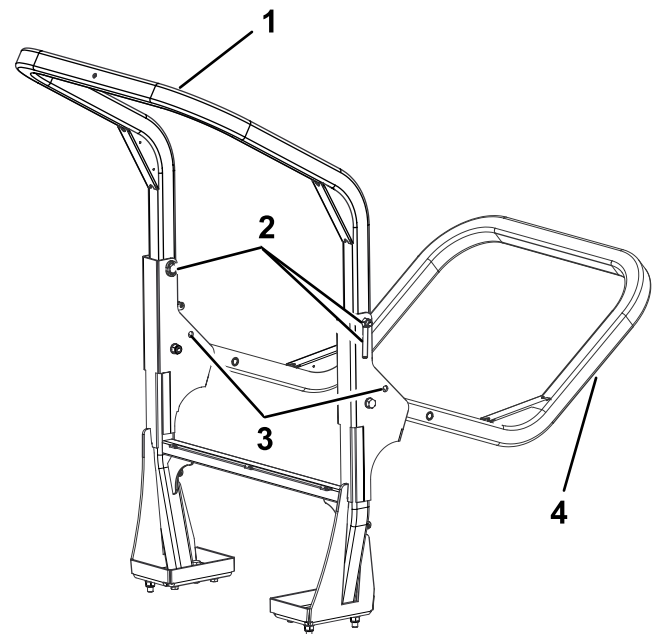

Figure 28
2. Soutenez le poids du cadre supérieur de l'arceau de sécurité pendant que vous enlevez les goupilles de verrouillage et les axes de chape des supports de pivot (Figure 28).